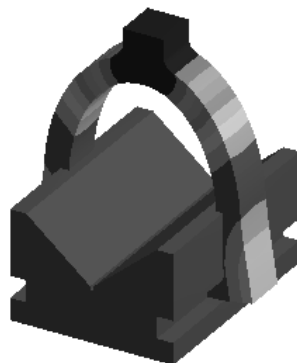

图 7.6.20 位移变形结果图解
(3) 查看位移结果图解。在“Outline”窗口中选中  Total Deformation，查看图 7.6.20 所示的位移变形结果，其最大位移为 7.5061e-003 mm。